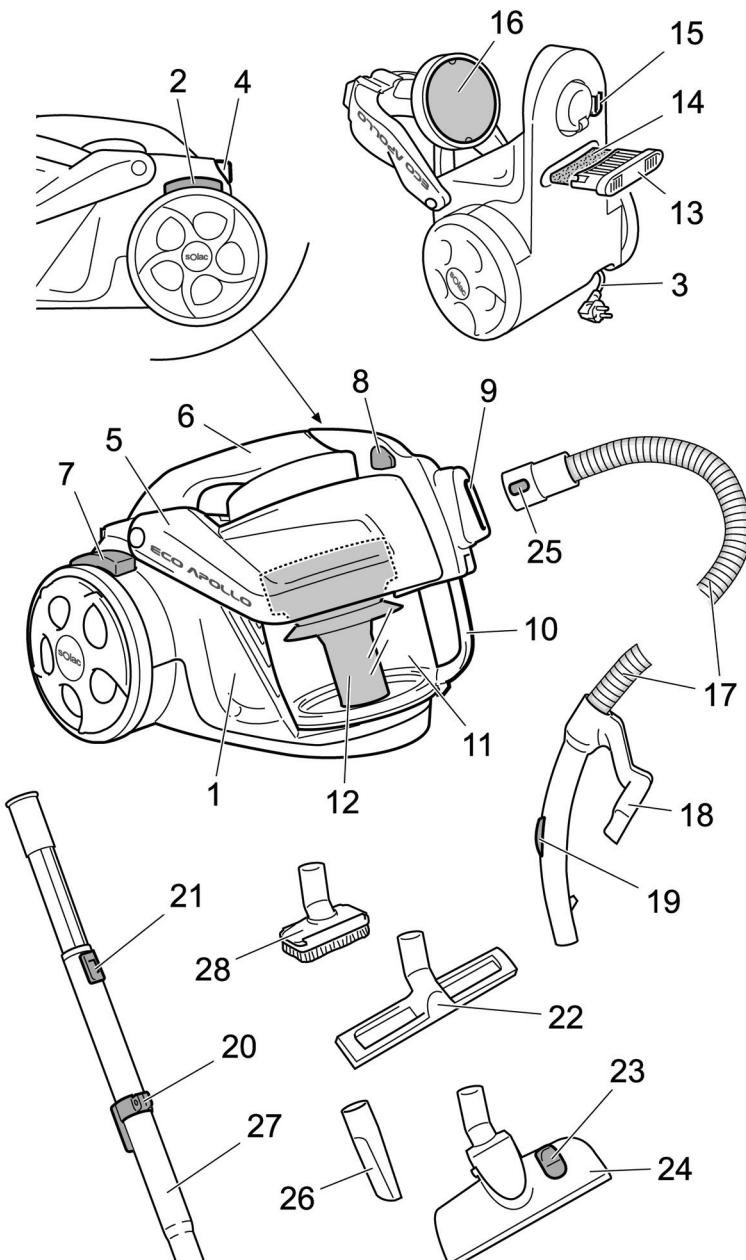
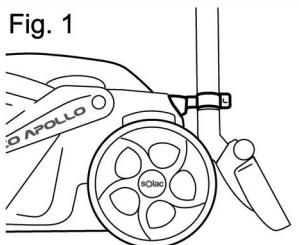

Fig. 1
Fig. 2
- Puede variar la longitud del tubo telescopico (27) deslizando el botón de ajuste (21) a la vez que desplaza las dos partes del tubo telescopico.
- 5 Extraiga el cable (3) hasta la marca amarilla (longitud ideal). En caso necesario, puede llegar hasta la marca roja, pero sin sobrepasarla.
- 7 Ponga el aspirador en marcha presionando el interruptor de pedal (2) y regule la fuerza de aspiración abriendo o cerrando el regulador en el mango (19). (Abriendo la válvula disminuye la fuerza de aspiración y cerrando la válvula aumenta la fuerza de aspiración).
- *Durante el empleo, arrastre la aspiradora como si fuese un carrito. Si lo desea, puede utilizar el asa (6) para transportar el aspirador cuando está en posición horizontal o el asa (10) en posición vertical.*
- *Este aparato dispone de una posición, denominada "parking horizontal", que puede utilizar para realizar cómodamente paradas eventuales durante la limpieza. Dicha posición se consigue sujetando el tubo telescopico por su gancho en la ranura (4) del cuerpo de la aspiradora (fig. 1).*
- *Si lo desea, puede colocar la boquilla (26) en el porta-accesorios (18).*
- 8 Una vez terminado el trabajo, apague el aparato presionando el pulsador (2). Desenchúfelo de la red y recoja el cable pulsando sobre el pulsador (7). Se recomienda sujetar la clavija del cordón con la mano, con el fin de evitar un posible golpe de ésta con el cuerpo del aspirador.
- *Para ahorrar espacio durante el almacenamiento de la aspiradora, sujeté el tubo telescopico al cuerpo de la aspiradora mediante el gancho (20) (fig. 2).*